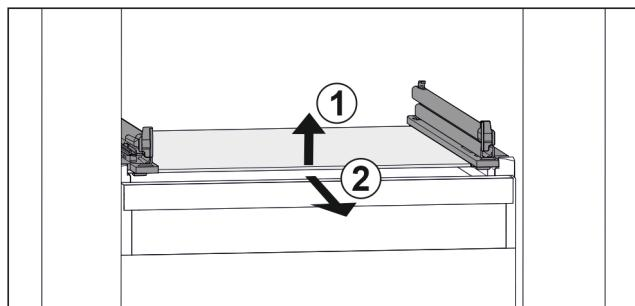

Fig. 68 Приближене відображення скляної пластини
- Підняти скляну пластину спереду. Fig. 68 (1)
- Вийняти скляну пластину рухом вперед. Fig. 68 (2)